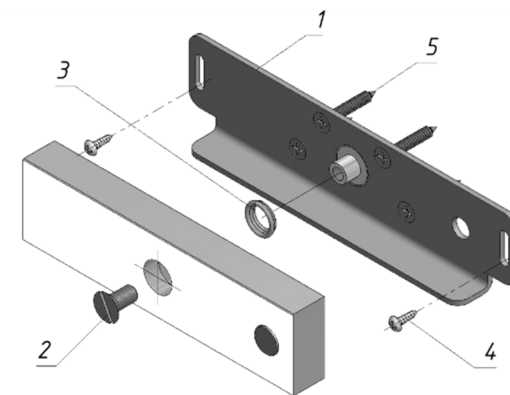

Рисунок 2 – Якорь с комплектом крепления 180Р
3.3 В комплекте поставки замка AL-180FB-02 детали крепления якоря заменены комплектом 180Р для установки якоря без сверления сквозного отверстия в двери (рисунок 2):
- пластина крепления якоря (1) - 1 шт.
- винт M6x12 (потай.) (2) - 1 шт.
- пружина (3) - 1 шт.
- саморезы 4x25 (п/к.) (4) - 2 шт.
- саморезы 4,2x25 (потай.) (5) - 4 шт.
5.6 Якорь замка для варианта поставки AL-180FB-02 устанавливается без штифта и без сверления монтажных отверстий в двери (рисунок 2). Якорь соединяется с пластиной (поз.1) винтом М6х12 (поз.2) через амортизирующую пружину (поз.3) и затем через регулировочные пазы в пластине крепится саморезами (поз.4) к двери.